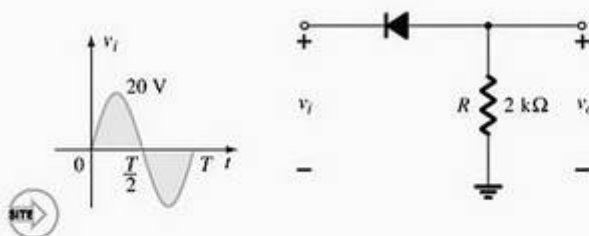

Figura 2.50 Circuito do Exemplo 2.18.
- Esboce a forma de onda da tensão de saída v_o e determine o valor médio (cc) de saída para o circuito da Figura 2.50.
O sinal negativo indica que a polaridade da tensão de saída é oposta àquela definida na Figura 2.50.